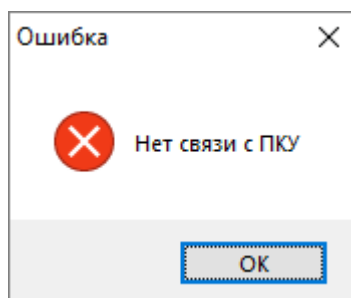

Рисунок 6-906 Ошибка при отсутствии связи с пультом "C2000M"
- если обнаружена ошибка, препятствующая импорту конфигурации, то откроется диалоговое окно с соответствующей информацией об ошибке (см. Рисунок 6-906). В этом случае прервите работу Мастера нажатием кнопки «Отмена», устраните указанную ошибку и повторите шаги импорта конфигурации из пульта «C2000/C2000M» заново (см. п. 6.4.1.1);